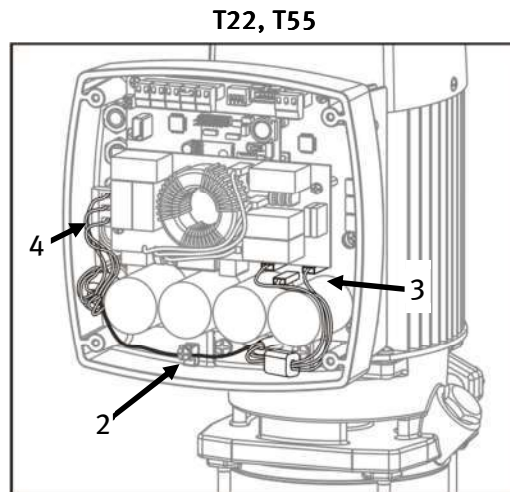
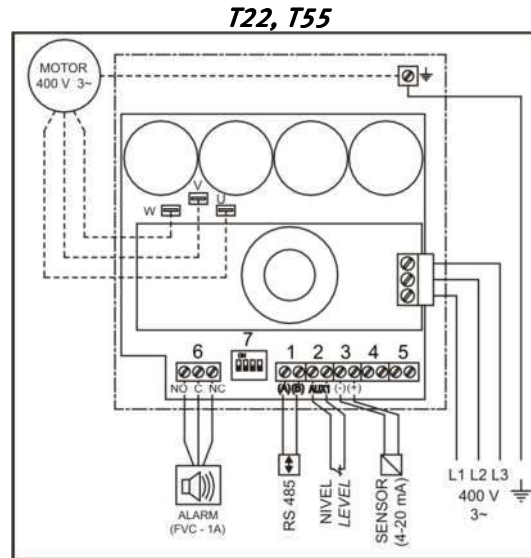

Figura 5
Figura 7
Queste apparecchiature dispongono di un ingresso di alimentazione a 400V trifase, 50 o 60Hz. Il cablaggio deve essere eseguito da un installatore professionista. Presa di collegamento come illustrato nella Figura 5 (4).
Collegamenti come illustrato nella Figura 5 (n° 4). Fare riferimento alla Figura 7.